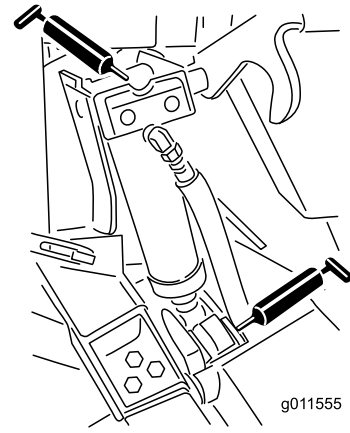

Figura 70
- Casquillos de los cilindros de elevación (4) (Figura 70).